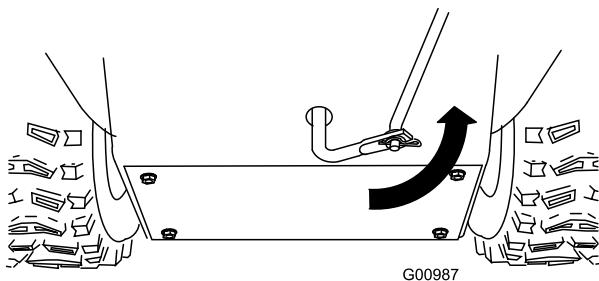

Figure 13
5. Tournez le bras de liaison inférieur complètement vers le haut (sens antihoraire), comme montré à la Figure 13.